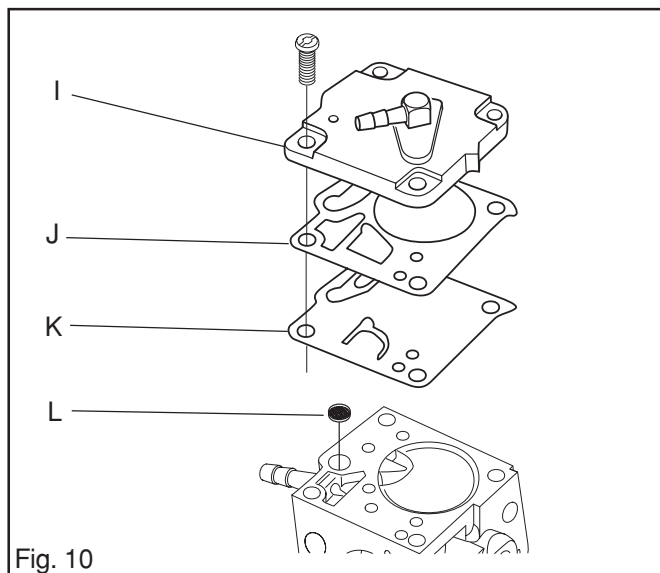

Fig. 10
9. Démontez le couvercle (I) sur l'unité de pompage et retirez prudemment la garniture (J) et la membrane de pompe (K). Voir la fig. 10.
10. À l'aide d'une aiguille ou autre, retirez prudemment le filtre à carburant (L). Voir la fig. 10.
4. Le filtre à carburant doit être intact. Voir L dans la fig. 10.